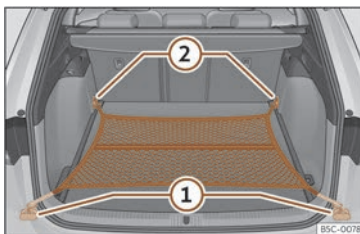

Fig. 200 Dans le coffre à bagages : filet accroché au niveau du plancher.
- Fixez les crochets du filet aux œillets d'amarrage >>> **fig. 200** ① et ② >>> ⚠. La fermeture à glissière du sac doit rester vers le haut.